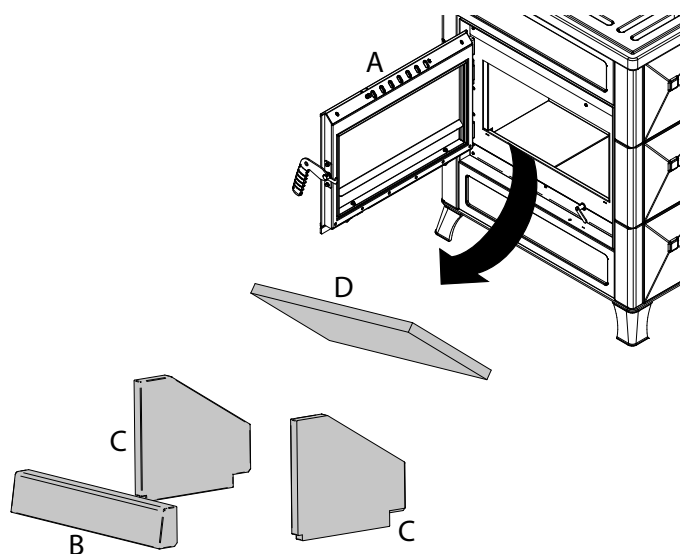

Fig. 9.2.1
- Aprire la porta A, togliere in sequenza i cementi: B (parete di fondo), C (pareti laterali e D (top superiore) (Fig. 9.2.1)